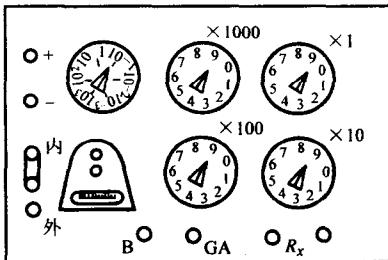

图 1-9
(1) 直流单臂电桥的使用 以 QJ23 型电桥为例，它主要用于测量  $1 \sim 10^6 \Omega$  的中值电阻，其面板结构如图 1-9 所示。直流单臂电桥测量电阻的操作步骤如下所述。